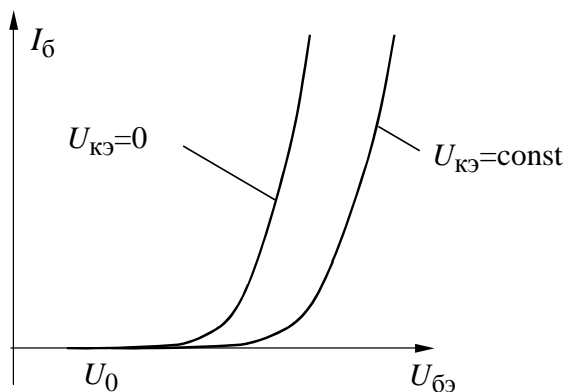

Рисунок 8.5 – Входная ВАХ транзистора
сигнированном напряжении на выходе $U_{кэ}=\text{const}$ (рис. 8.5), т.е.
1. *Входная ВАХ.* Под входной ВАХ транзистора понимают зависимость входного тока $i_б$ от входного напряжения $U_{бэ}$ при фиксированном напряжении на выходе $U_{кэ}=\text{const}$ (рис. 8.5), т.е.